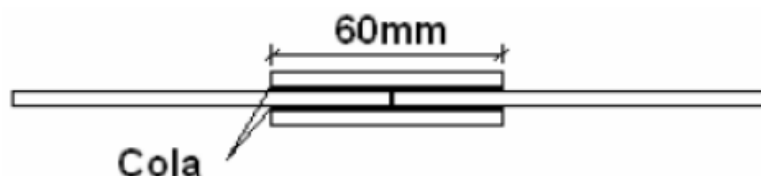

Figura 1 –Esquema de emenda das barras
3. As juntas para as barras deverão ser feitas com emenda por superposição de palitos. Recomenda-se o esquema da Figura 1 que segue, principalmente nas barras tracionadas: